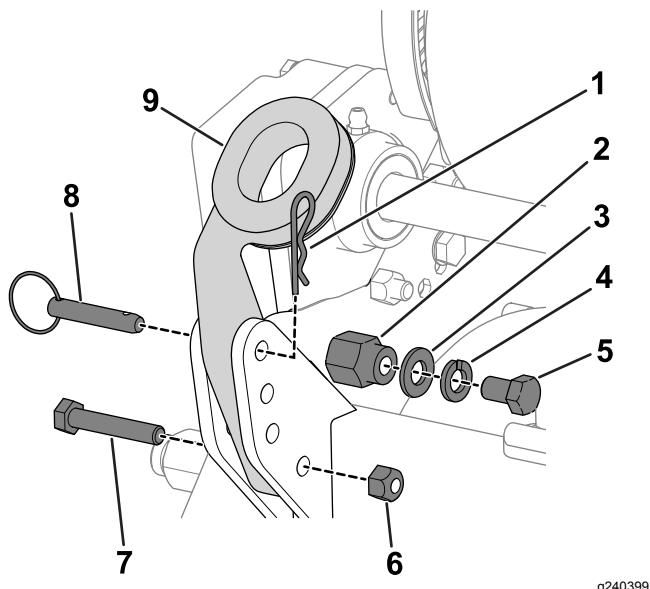

図3
1. ハンドルアームの下部を機体両側に固定しているボルト5/16"、ロックナット、リングピン、ヘアピンコッターを取り外す図3。
2. 機体両側の取り付けピンから、ボルト3/8"、ワッシャ、ロックワッシャを取り外す図3。
3. ハンドルの各端をハンドルアームの穴に差し込み、取り付けピンとハンドルの穴を整列させる図3。
6. 先ほど外したボルト5/16"、ロックナット、ヘアピンコッターを使って、ハンドルアームをフレーム後部に固定する図3。